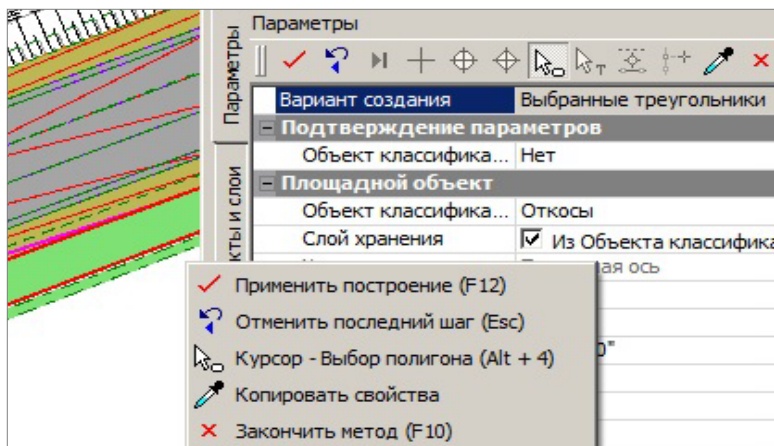

Рис. 4.3
- при обычных построениях в контекстном меню выводятся команды стандартной панели инструментов (рис. 4.3);